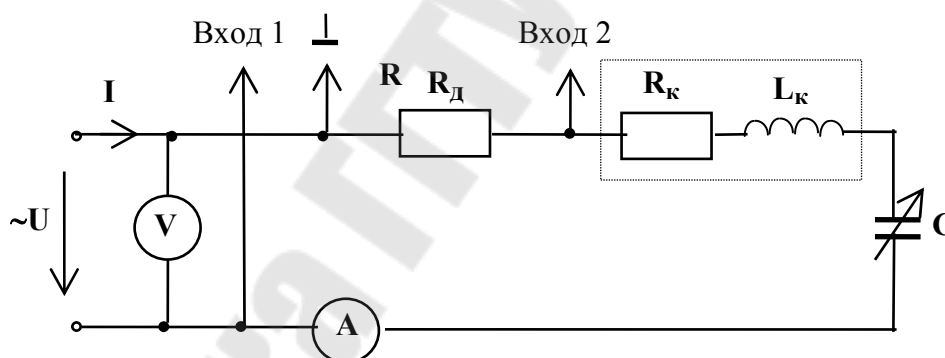

Рис.4.4
2. На наборном поле соберите электрическую цепь согласно рис.4.4.